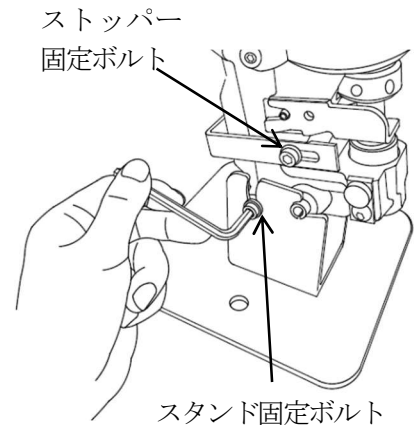
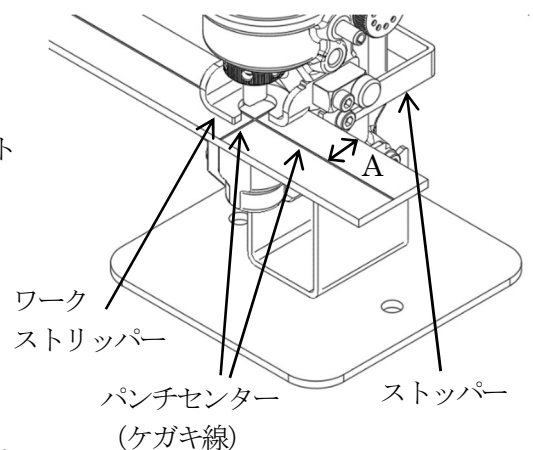

図 E-3
図 E-7
変更はスタンド固定ボルトをゆるめて行います。（図 E-3）
8. 材料の穴あけ位置（前後方向A寸法）にパンチ先端が合う様ストッパーを、固定ボルト（両サイド）をゆるめて調整します。（図 E-3、図 E-7）
これで材料の穴あけ位置とパンチの先端が合っていることになります。（図 E-7）